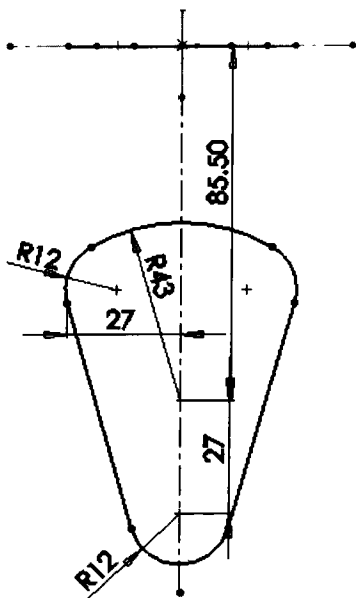

图 1-9 草图 5
⑨ 创建草图 5。在特征管理器设计树中选择“上视基准面”作为草图绘制平面，单击 (草图绘制) 工具，再单击草图工具栏中的 (中心线) 工具、 (三点圆弧) 工具、 (直线) 工具绘制草图。单击尺寸/几何关系工具栏中的 (智能尺寸) 工具标注尺寸，单击 (添加几何关系) 工具，添加各圆弧间及圆弧与直线间的相切关系，如图 1-9 所示。单击 (退出草图) 图标，完成草图 5 的绘制。